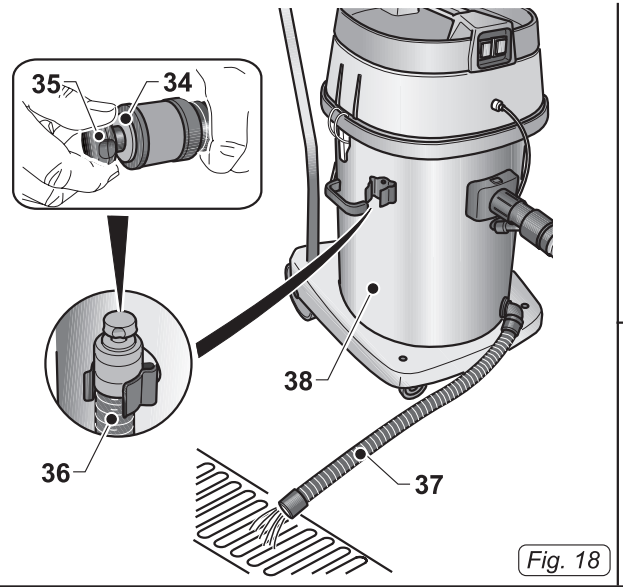

Fig. 18
- Расположитесь над сливом и опорожните восстановительный резервуар охлаждающей жидкости (38 Рис. 18).
- Отпустить дренажную трубку (36 Рис. 18) с своей поддержке.
- Отвинтите кнопку (35 Рис. 18), снимите пробку (34 Рис. 18) дренажного шланга (37 Рис. 18) опорожните восстановительный резервуар охлаждающей жидкости (37 Рис. 18).